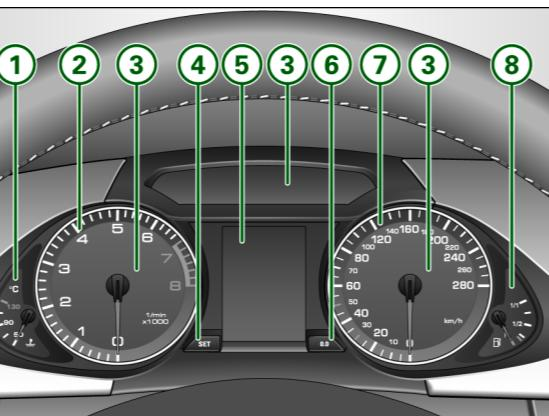

图 2 组合仪表一览
冷却液温度表 ① ⇒ 图 2 仅在点火开关打开后才开始工作。为避免损坏发动机，请您留意以下关于温度范围的说明。
转速表的指针 ② ⇒ 第 11 页，图 2 只允许短时进入刻度盘的红色区域：否则有损坏发动机的危险！刻度盘红色区域的起始点取决于各发动机的具体情况。